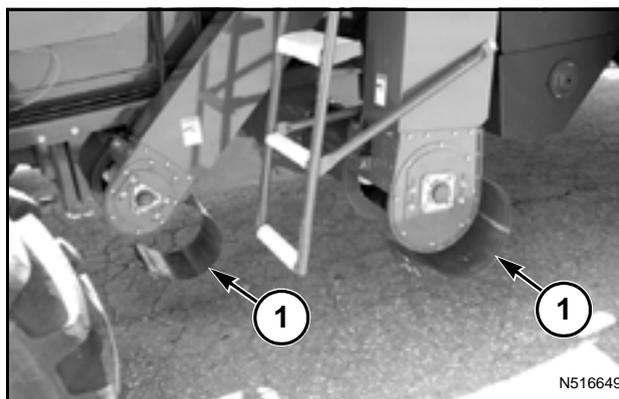

FIG. 219
FIG. 219: La carcasa del elevador de retorno y la carcasa del elevador de grano limpio están dotadas con compuertas para limpieza (1) que pueden utilizarse para limpiar los residuos de la cosecha y realizar el mantenimiento de las cadenas de la transportadora.